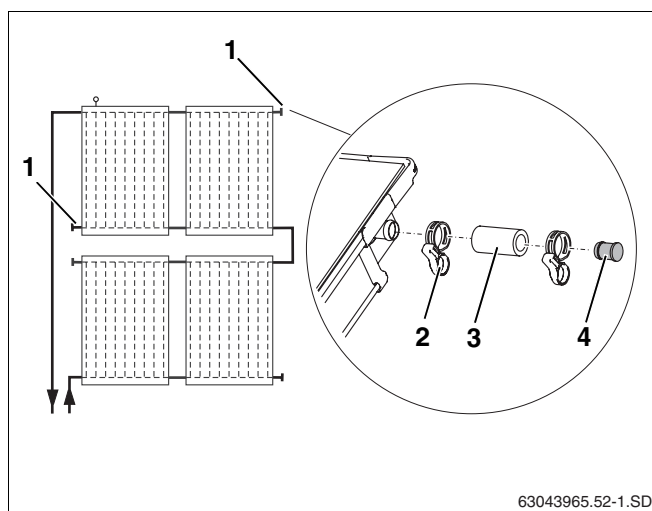

Fig. 40 Applicazione dei tappi ciechi premontati
Chiudere con i tappi ciechi gli attacchi del collettore non utilizzati (fig. 40, **pos. 1**).
- Infilare il tubo di gomma 55 mm per solare (fig. 40, **pos. 3**), con tappi ciechi già montati, sui due attacchi liberi.